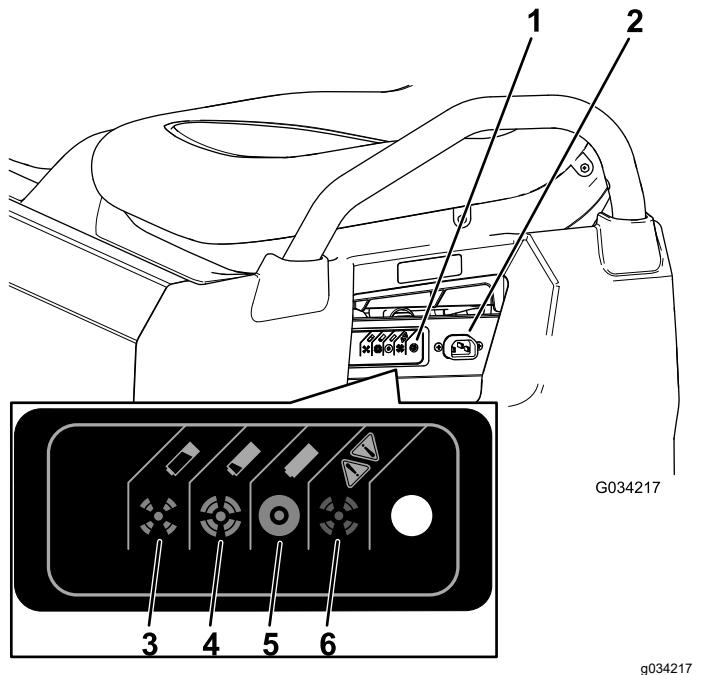

Figure 39
3. Branchez un cordon de chargeur de **calibre 16 (ou de plus gros diamètre), de 2,5 m ou plus court** à la prise de charge de la machine (Figure 39).
Reportez-vous au tableau suivant et à la Figure 39 pour connaître la signification des différentes couleurs du voyant d'état du chargeur.